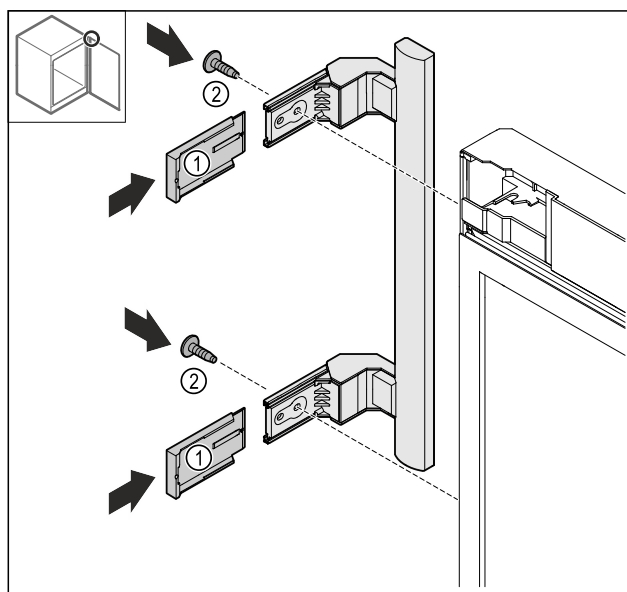

Fig. 25
- ▶ Wsunąć ostony Fig. 25 (1).